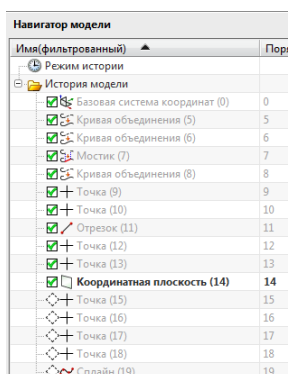
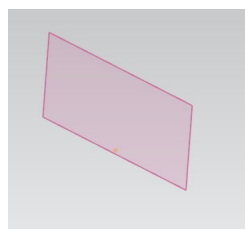

Рис.93
рис.94
- После этого состояние НМ изменится (рис.93). Обратите внимание на то, что после 14-й операции все строки НМ стали **пассивными**. А в *рабочем поле* останутся только те построения, которые система выполнила до 14-й операции включительно (рис.94).